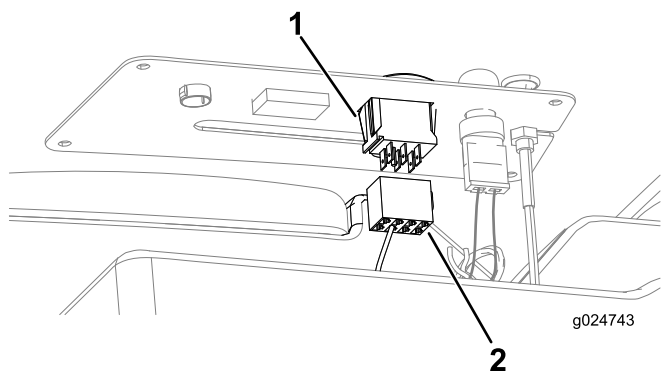

Figura 52
6. Ligue o conector de 8 tomadas da cablagem da máquina ao interruptor de três posições (Figura 52).